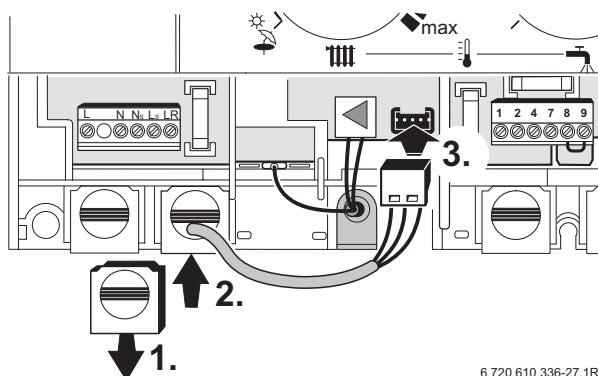

Fig. 23
- Infilare il cablaggio corto (solo UPE 15-60) del circolatore nel passacavo della morsettiera principale della caldaia, fig. 23.
- Collegare il suo connettore come da fig. 23.